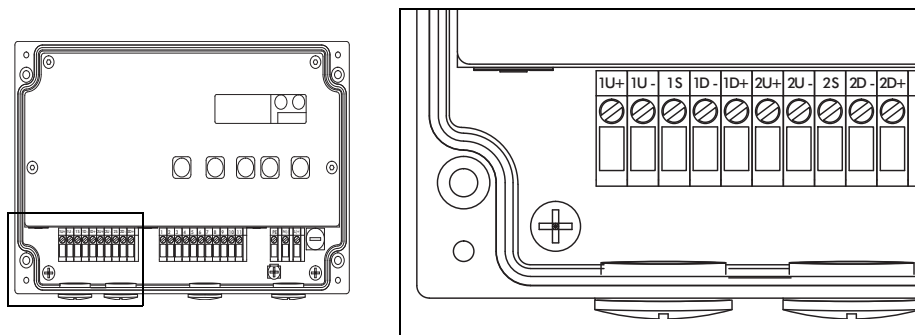

Abb. 5.6: Klemmen des FLUXUS ADM 5207
- für FLUXUS ADM 5207 siehe Abb. 5.6 und Tab. 5.2
- für FLUXUS ADM 5207 siehe Abb. 5.6 und Tab. 5.4